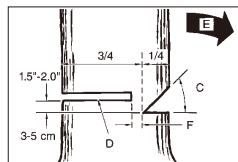

Fig. 11B
**⚠ ADVARSEL:** Gå aldrig foran et træ, som har fået et indsnit. Lav fældesnittet (D) på den anden side af træet, og lave det ca. 3-5cm over kanten af indsnittet (C) (Fig. 11B).